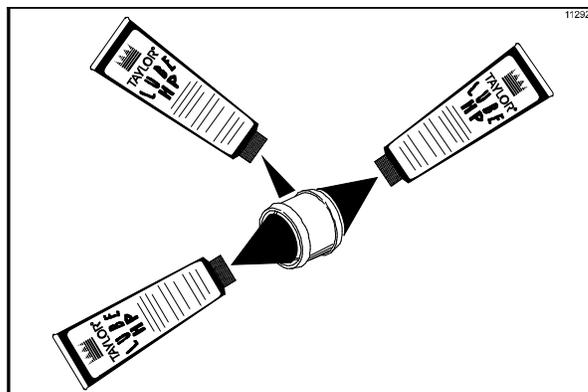

図116
6. スピナーシャフトシールの外径部にループを塗ります。シールの両端のカップ部にもループを充填します(図116を参照)。